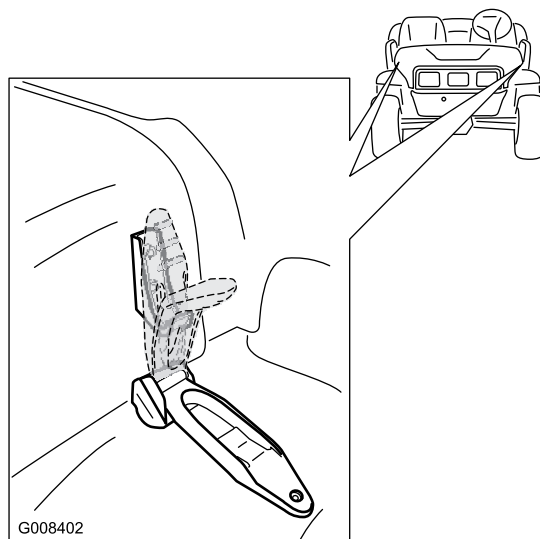

Figura 22
1. Eleve a pega dos trincos de borracha de cada lado do capot (Figura 22).
2. Segure no capot alinhando os trincos de borracha com as ancoras do trinco em cada lado do capot (Figura 22).